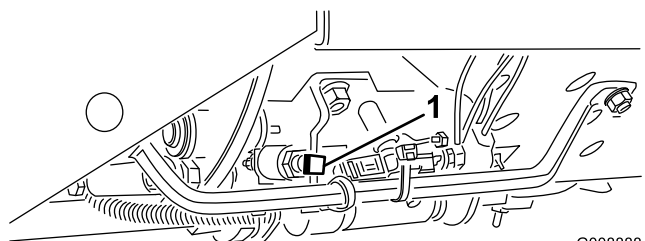

Figura 19
**Importante:** A velocidade de corte vem definida desde a fábrica e é de 9,7 km/h. Pode ser aumentada ou diminuída ajustando o parafuso da velocidade (Figura 19).